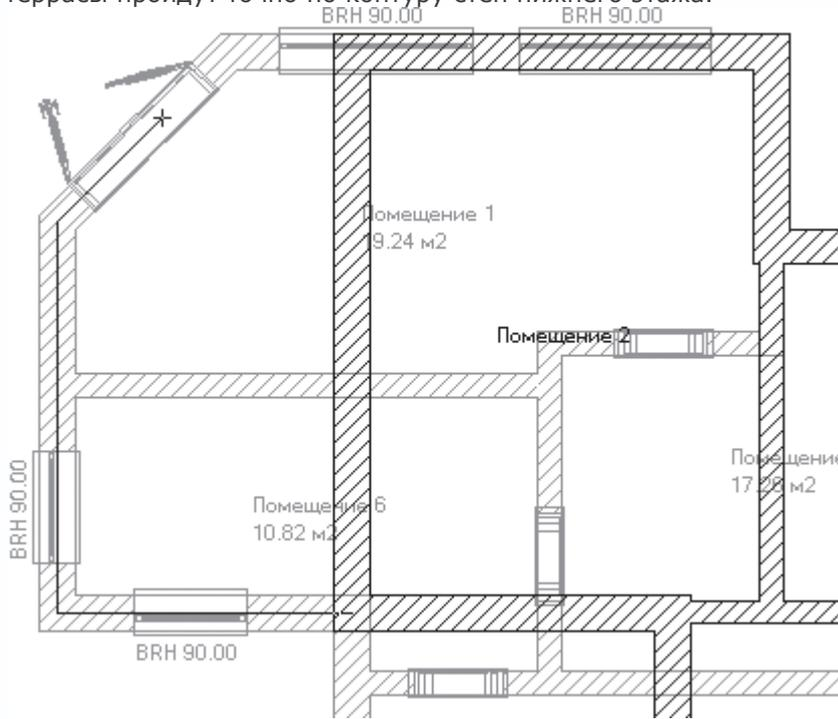

Рис. 3.62. Задание направляющей для перил
2. Последовательно щелкая кнопкой мыши, укажите вершины полилинии, вдоль которой будут проложены перила (рис. 3.62). При указании вершин следует пользоваться привязками к точкам пересечения стен нижнего этажа – так перила террасы пройдут точно по контуру стен нижнего этажа.